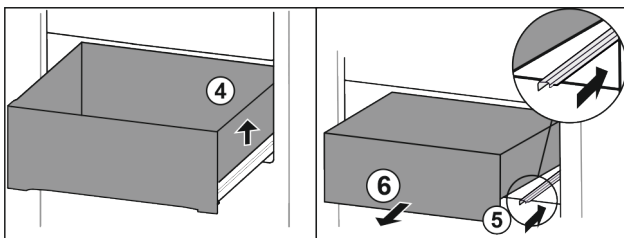

Fig. 93
- ▶ Soulever le tiroir sur la droite. Fig. 93 (4)
- ▶ Rentrer le rail de droite. Fig. 93 (5)
- ▶ Retirer le tiroir par l'avant. Fig. 93 (6)